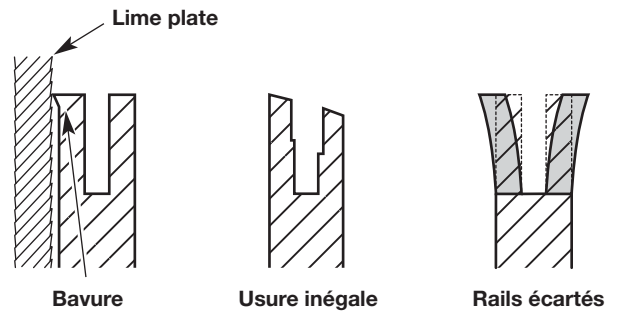

Fig. 38
3. Vérifiez fréquemment la tige de guidage afin d'y déceler des signes de dommages (Fig. 38). L'usure irrégulière et l'ébarbage des rails de guidage (les nervures de chaque côté de la rainure de la tige) sont des processus normaux d'usure de la tige de guidage. Ces défauts doivent être limés dès qu'ils se produisent (Fig. 38). Une tige de guidage avec les défauts suivants doit être remplacée :